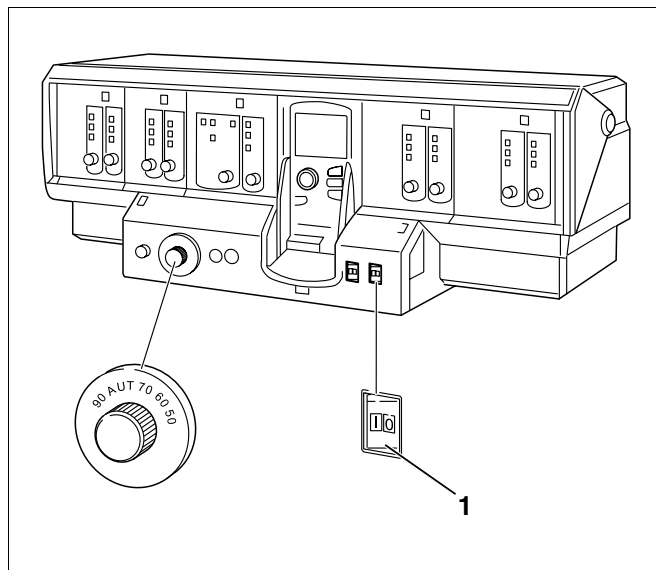

Рис. 70 Изображение Logamatic 4311
- Установить пусковой выключатель (рис. 70, поз. 1) на системе управления в положение "0".